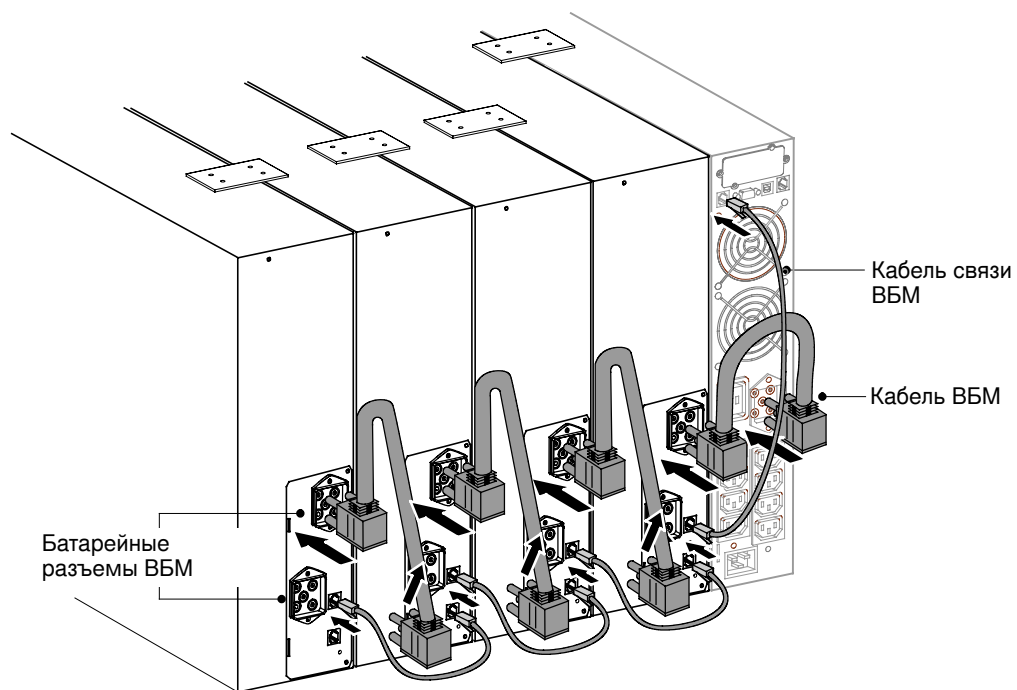

Рисунок 8. Установка ИБП с четырьмя ВБМ
2. Подключите кабель ВБМ к разъему батареи. Подключите кабель связи ВБМ к порту RJ-11. См. Рисунок 8.